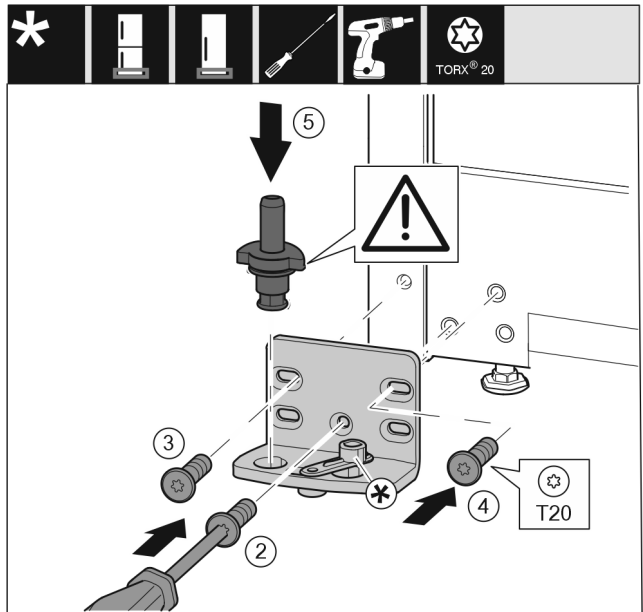

Fig. 31
- ▶ Helyezze fel a csapágybakot a másik oldalra, és csavarozza fel csavarhúzóval. Kezdje alul, a középső csavarral Fig. 31 (2).
- ▶ Húzza meg a csavart Fig. 31 (3) és a csavart Fig. 31 (4).
- ▶ Helyezze be teljesen a csapszeget Fig. 31 (5). Ügyeljen közben arra, hogy a reteszelő bütyök hátrafelé mutasson.